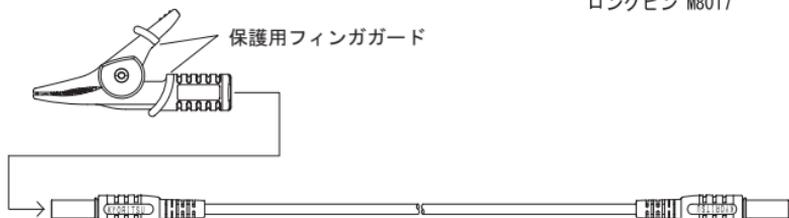

Fig. 4
- (1) Fig. 4 中①をねじり、①と先端のピンを取り外します。
- (2) 取り外したピンとロングピンを交換し、①をねじ込んで締めます。